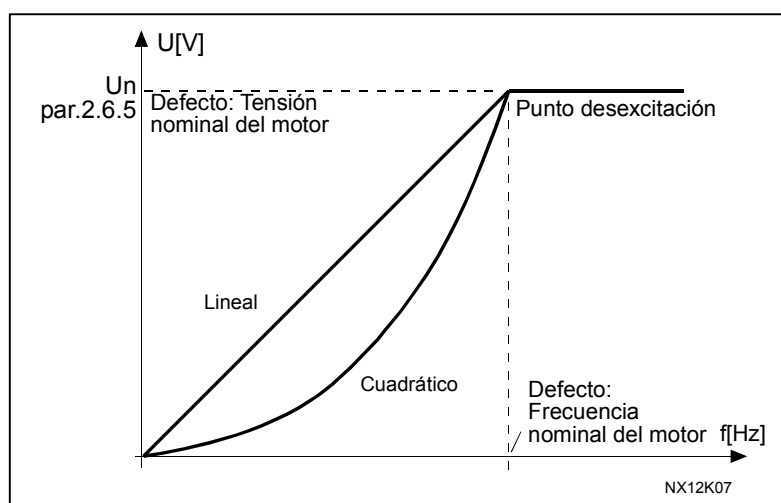

Figura 25. Cambio lineal y cuadrático de la tensión del motor
- Lineal: La tensión del motor cambia linealmente con la frecuencia en el área de flujo constante de 0 Hz al punto de desexcitación donde se suministra la tensión nominal al motor. La relación U/f lineal debería emplearse en aplicaciones de par constante. Véase la Figura 25.